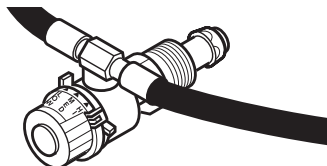

Figure 2 - Raccord des tuyaux des brûleurs au détendeur
3. Raccordez les tuyaux des brûleurs comme illustré à la figure 2. Serrez bien avec une clef pour éviter que des fuites ne se produisent au niveau du raccord.